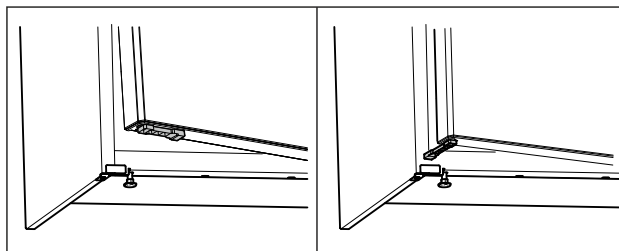

Fig. 59 \*
- ▶ Otočte obmedzovač otvorenia dverí o 90°. (pozri Fig. 59) \*